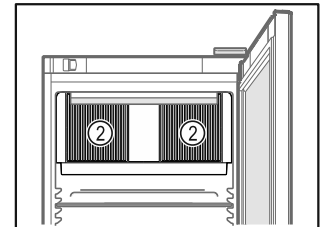

Fig. 53
- Ventilatiesleuf Fig. 53 (2) van de ventilator in de binnenruimte vrijhouden.